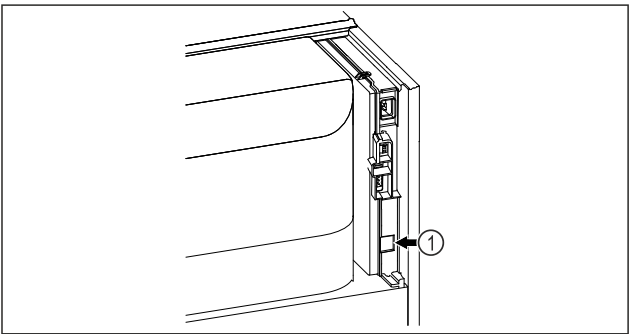

Fig. 109
☐ SmartModule Fig. 109 (1) 已使用。